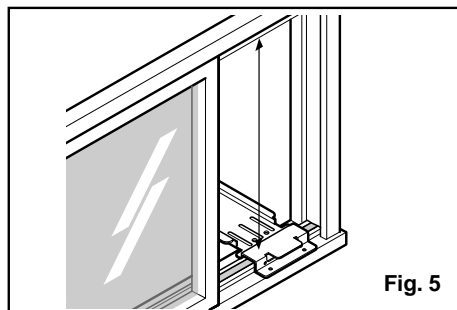

Fig. 5
7. Medir la altura de la abertura de la ventana desde la parte superior del soporte, según se muestra en la Fig. 5. Restar 20-3/4 pulgadas. Marcar esta medida en la cortina y cortar la cortina. (Fig. 5)